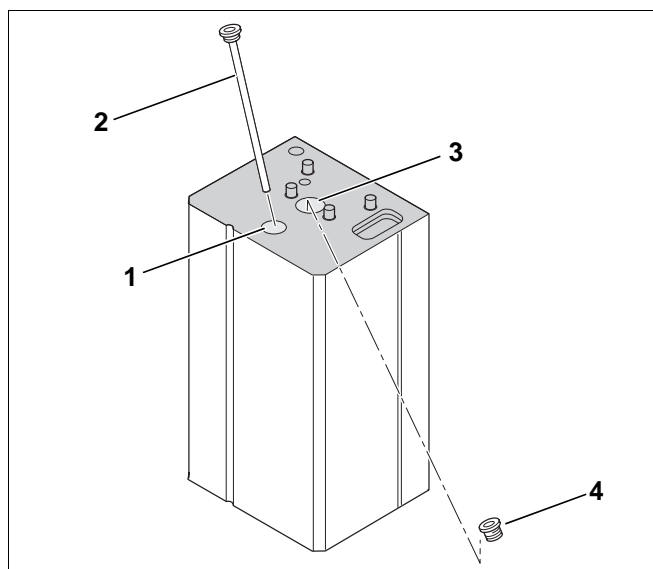

Abb. 11 Lage Stopfen / Revisionsöffnung
- Verschlussdeckel abnehmen und Magnesium-Anode heraus-schrauben (Abb. 11, Pos. 1 u. Pos. 2).
- Verschlussdeckel abnehmen und Stopfen aus der Revisionsöffnung herausdrehen (Abb. 11, Pos. 3 u. Pos. 4).
- Stopfen der Revisionsöffnung wieder eindichten (bei Bedarf Stopfen erneuern) (Abb. 11, Pos. 4).
Legende für Abb. 11: